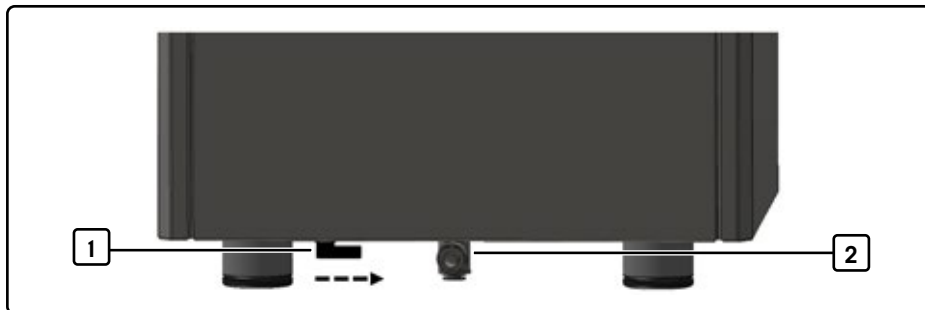

Fig. 3 Vue arrière avec vanne rotative et pièce de raccordement d'eau
1. Tournez la vanne rotative [1, Fig. 3] en position mode réservoir. La vanne pointe vers la pièce de raccordement d'eau [2, Fig. 3].